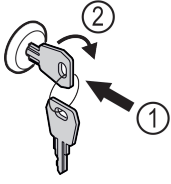

Fig. 143
- ▶ Paina avain lukkoon Fig. 143 (1).
- ▶ Kierrä avainta 90° myötäpäivään Fig. 143 (2).